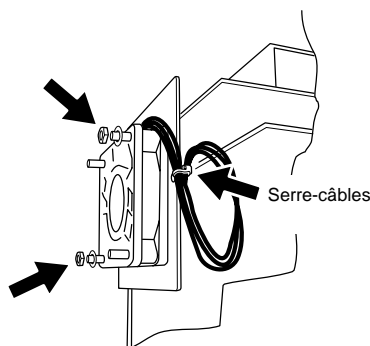

Figure 10.1d Détails remplacement ventilateur
Ceci montre la structure interne de l'appareil. La figure 10.1d montre les emplacements du ventilateur (A) et de la pile (B). Les figures 10.1d et 10.1e montrent les détails.
2. Coupez le serre-câbles (figure 10.1d ci-dessus) qui fixe le faisceau du ventilateur au châssis.
8. Enroulez soigneusement le faisceau de câbles et enfichez le connecteur du ventilateur (voir emplacement figure 10.1.1e). Fixez le faisceau sur le châssis, en utilisant un serre-câbles (figure 10.1d), en vous assurant que le faisceau n'est pas trop tendu.